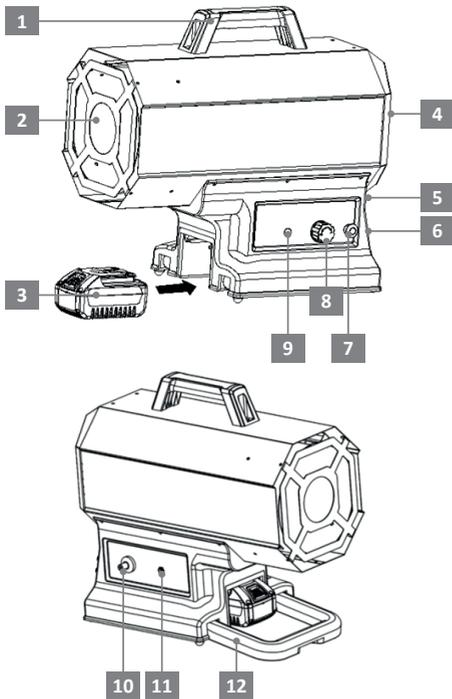

Abb.2: Geräteübersicht
- Setzen Sie den Akku, wie in Abb. 2 gezeigt, ein oder stecken Sie das Netzteil in den Stromanschluss (Abb. 2, Nr. 11).
- Stellen Sie den Ein-Ausschalter (siehe Abb. 2, Nr. 5) auf „ON“.
- Drücken Sie dem Gasventil-Knopf (Abb. 2, Nr. 7) rein und halten ihn gedrückt. Drücken Sie gleichzeitig mehrmals hintereinander die Piezozündung (Abb. 2, Nr. 10).
3. Setzen Sie den Akku, wie in Abb. 2 gezeigt, ein oder stecken Sie das Netzteil in den Stromanschluss (Abb. 2, Nr. 11).
4. Starten Sie das Gebläse, indem Sie den Ein-/Ausschalter (Abb.2, Nr. 5) auf die Position „ON“ bringen.